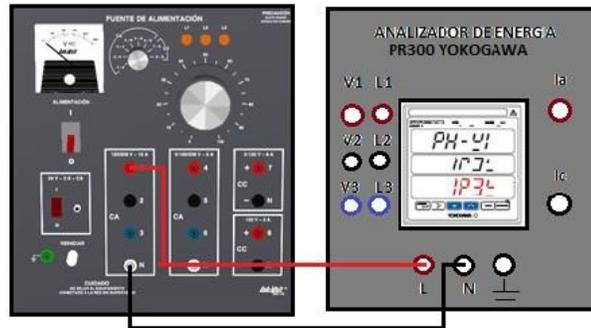

Figura 4.1
1. Conectar el módulo Analizador de energía a la fuente de alimentación de CA como se ilustra en la figura 4.1